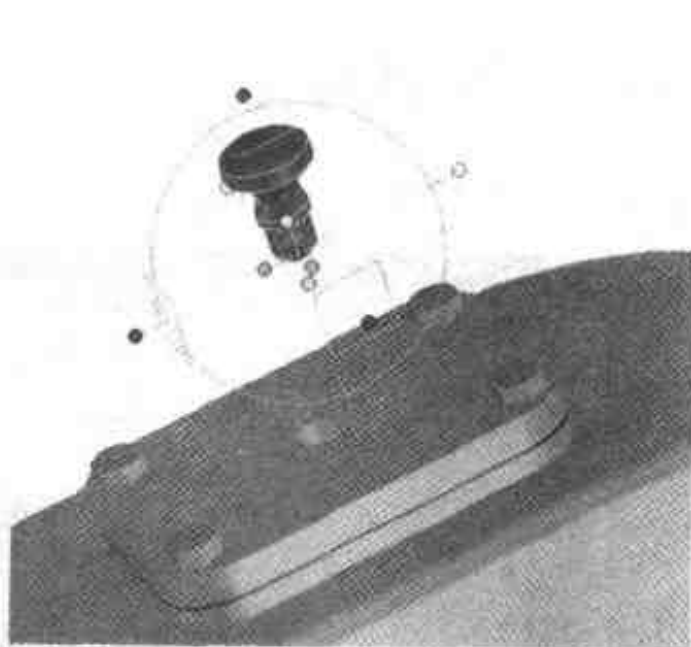

图 3.192 定位透气塞
- (4) 单击视孔盖的上表面，结果如图 3.192 所示。